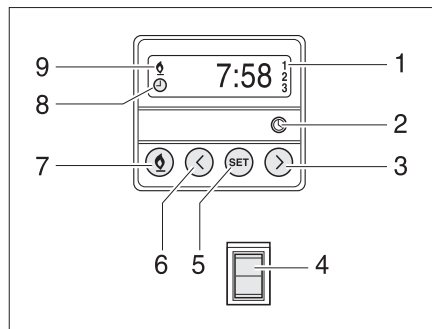

Bild 197 Kontrollenhet för motorvärme
- Tryck ner knapp (Bild 197,7). Värmedriften indikeras av symbolen (Bild 197,9). Fläkten startas först när kylmedelstemperaturen uppgår till 30 °C.
- Tryck ner knapp (Bild 197,7). Symbolen (Bild 197,9) slocknar.
- Vippkontakten (Bild 197,4) trycks in nedtill. Motorn förvärms. Fläkten startas direkt.
- Vippkontakten (Bild 197,4) trycks in upptill. Motorn värms inte upp.
- Tryck ner knapp (Bild 197,2). Tidsinställningen indikeras genom symbolen (Bild 197,8).
- Ställ klockan med knapparna (Bild 197,3 och 6).
- Tryck ner knapp (Bild 197,5).
- Ställ in starttiden inom 10 sekunder med knapparna (Bild 197,3 och 6).
- Tryck på knappen (Bild 197,5) tills önskat programnummer (Bild 197,1) visas på displayen.